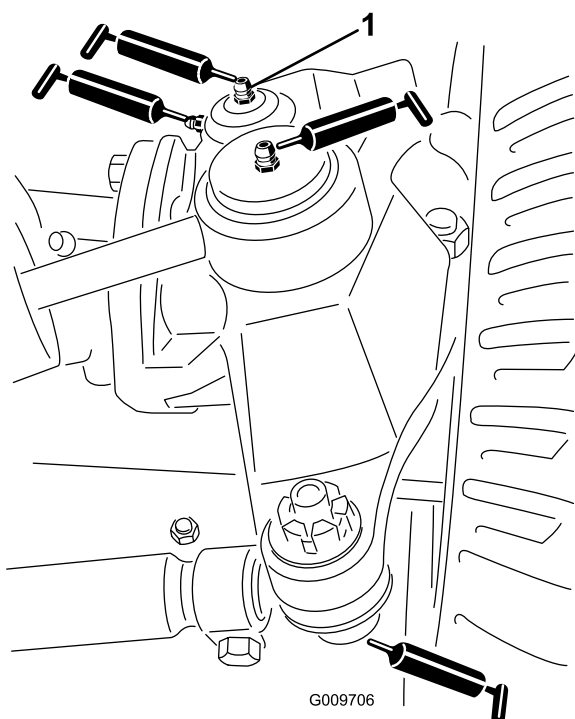

Рисунок 28
- Шаровые опоры гидроцилиндра рулевого управления (2 шт.) (Рисунок 28)
- Шаровые опоры стяжной тяги (2 шт.) (Рисунок 28)
- Втулки поворотных шкворней (2 шт.) (Рисунок 28). **Верхнюю масленку на поворотном шкворне следует смазывать только раз в год (2 хода насоса).**